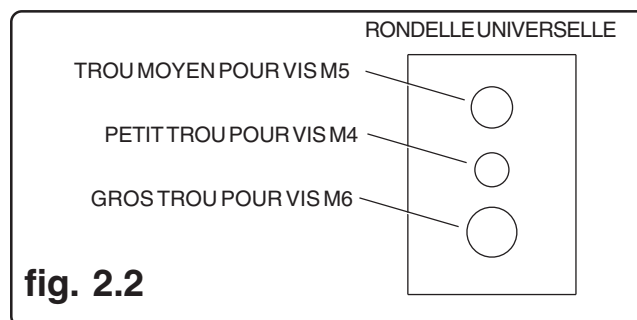

fig. 2.2
- Utilisez le trou de la rondelle universelle correspondant à la dimension de la vis, comme illustré à la figure 2.2.